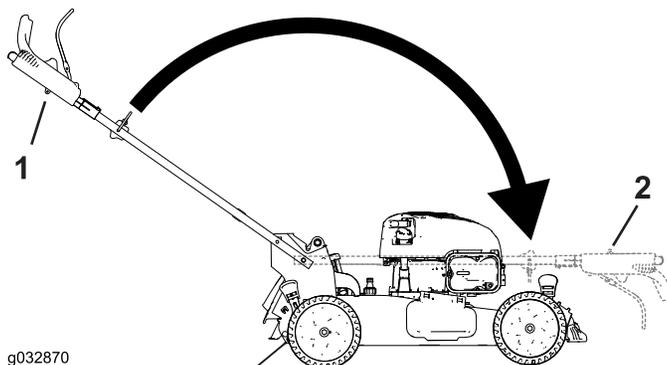

Figura 25
2. Doble el manillar girándolo hacia adelante (Figura 25).